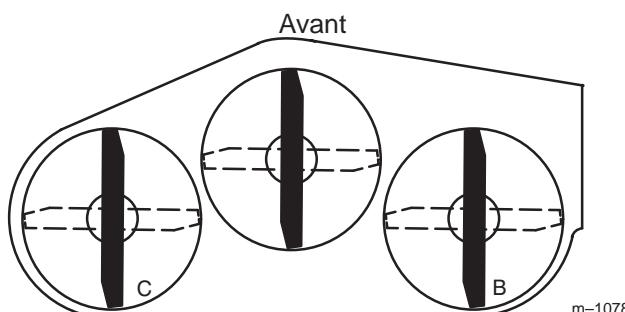

Figure 50
1. Tournez la lame **droite** à 180° (Fig. 50).
2. Mesurez la distance au point **B** (Fig. 50) entre la surface plane et le tranchant de la pointe de la lame droite (Fig. 51).
4. Tournez la lame **gauche** à 180° (Fig. 50).
5. Mesurez la distance au point **C** (Fig. 50) entre la surface plane et le tranchant de la pointe de la lame gauche (Fig. 51).